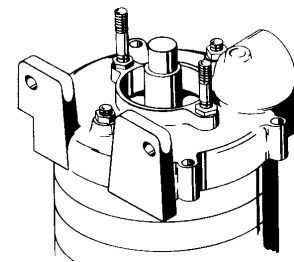

Figura 4-10
19. Instale dos tuercas (# 20) sobre las barras de guía y apriete bastantes para celebrar a la asamblea entera en lugar. No intente apretarlas a su position.(refer final para figura 4-10)